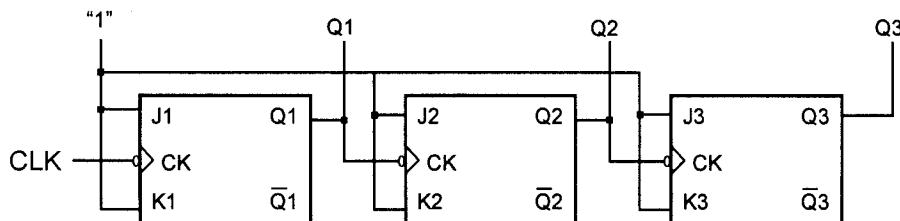

Figura 1
1. Considere o circuito sequencial assíncrono, representado na figura 1, constituído por três biestáveis com saídas Q_1 , Q_2 e Q_3 . A saída Q_3 é o bit mais significativo (MSB) do circuito.